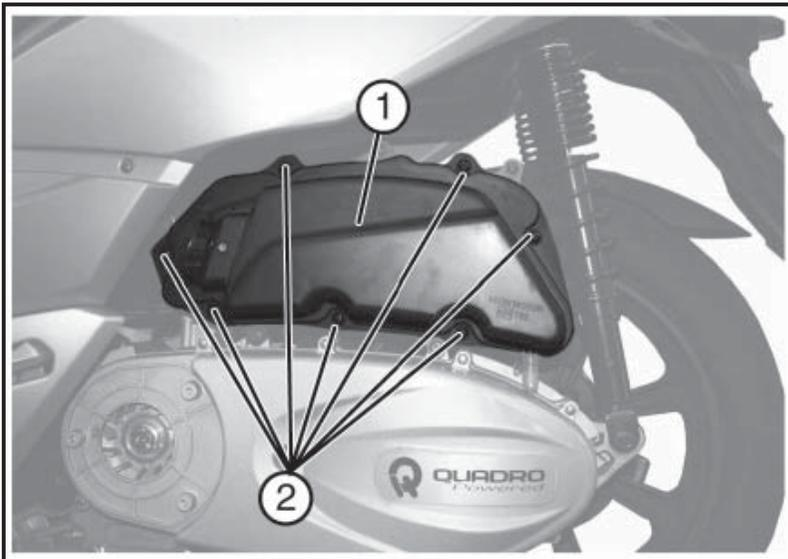

Fig. 02
- Unscrew the seven screws «**2 - Fig. 02**».
- Remove the lid of the filter box «**1 - Fig. 02**».